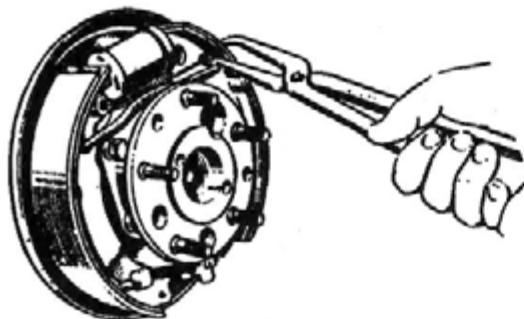

Рис. 248. Снятие стяжной пружины колодок заднего тормоза
2. Снимите обе стяжные пружины колодок при помощи щипцов 9487-740 (рис. 248).
2. Снимите обе стяжные пружины колодок при помощи щипцов (рис. 248) и, раздвигая колодки, выведите их концы из прорезей опорных стержней поршней.